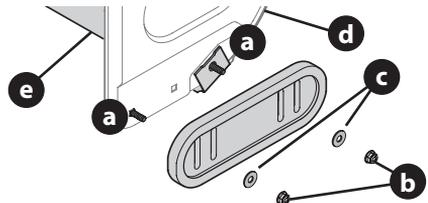

Figure 45
4. Fixez les patins au boîtier des tarières (d) avec deux boulons de carrosserie (a), deux écrous à bride (b) et les rondelles (c). Serrez les écrous à la main. Voir Figure 45.